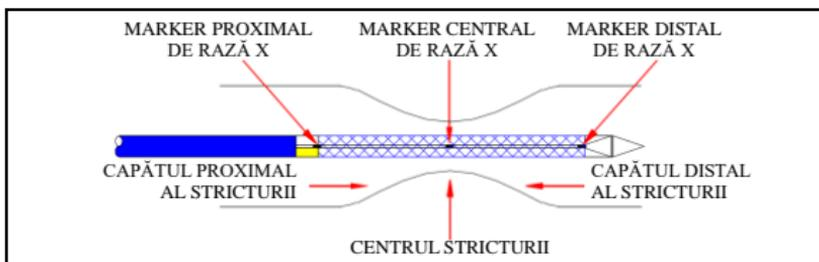

Figura 4
- d) Atunci când markerul central de raze X ajunge în centrul stricturii țintă, continuați să trageți înapoi conectorul până când stentul este complet instalat. (a se vedea Figura 4, 5)
- Atunci când markerul central de raze X ajunge în centrul stricturii țintă, continuați să înaintați către conector până când stentul este complet instalat. (a se vedea Figura 4, 6)